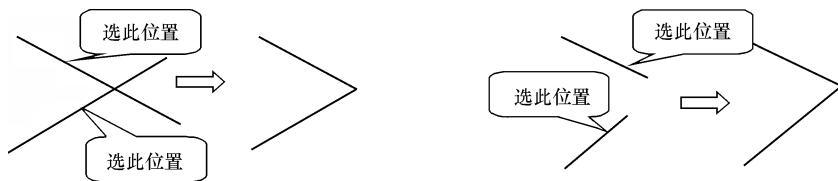

图 10-13 拐角
- **【拐角】按钮** ：单击该按钮，在图形区按住〈Ctrl〉键选择要产生拐角的两个图元，可以使两个图元在相交位置产生拐角，自动修剪掉多余的线段，或者自动延伸到拐角，如图 10-13 所示。